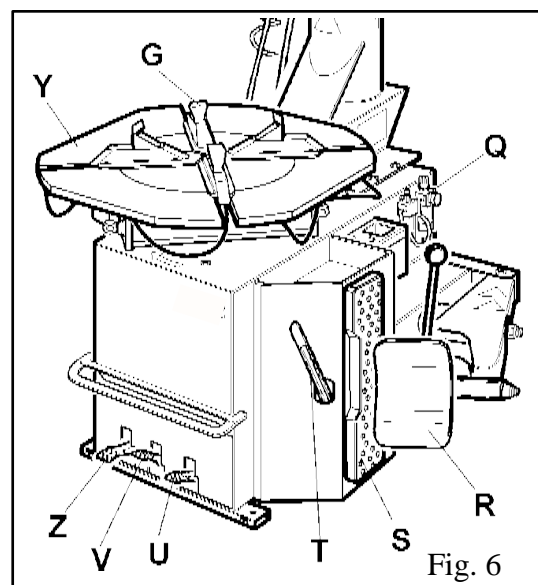

Fig. 6
- Collegare la macchina all'impianto d'aria compressa tramite l'attacco (Q) sporgente dalla parte posteriore (fig. 6)
- Raccorder la machine à l'installation d'air comprimé par le raccord (Q) situé à l'arrière (voir figure 6).